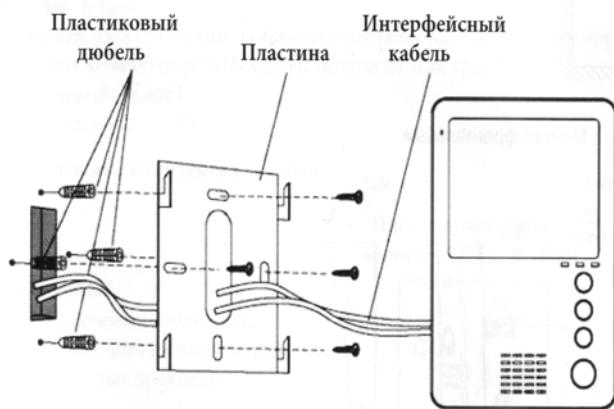

Рис. 2. Схема монтажа видеомонитора МЕТАКОМ МКВ-ВМ8.
- е) Закрепите видеомонитор на заранее подготовленном месте с помощью прилагаемого комплекта крепежа (рис. 2).